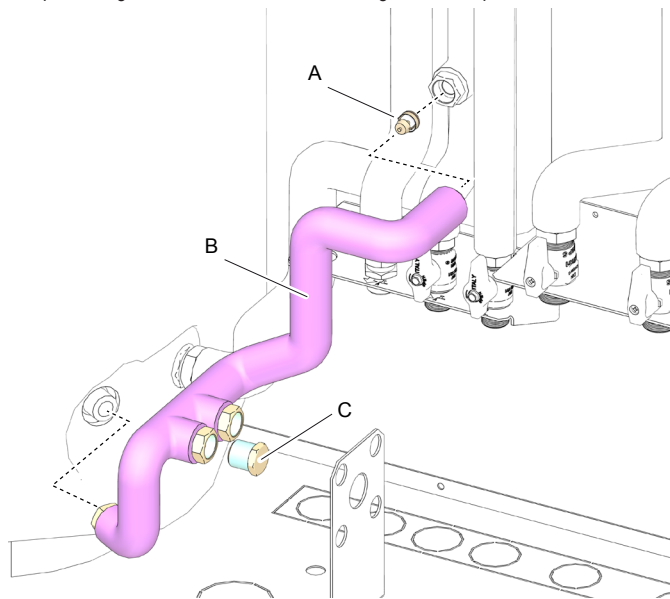
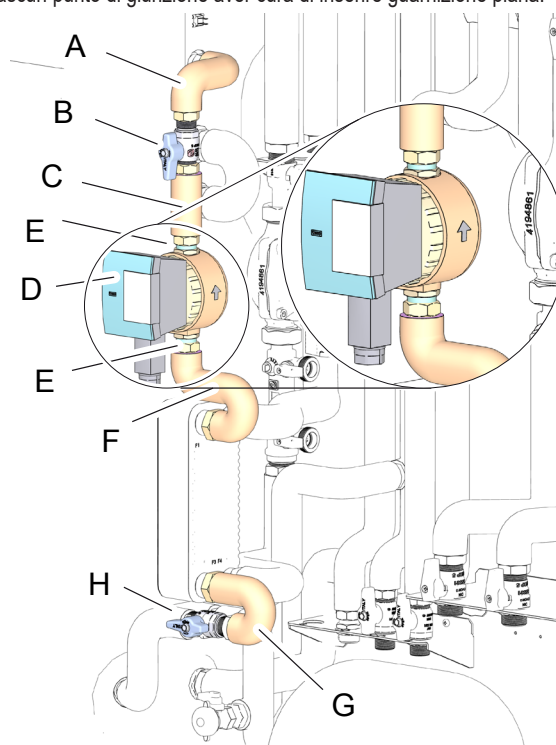

fig. 38 -
fig. 51 -
Montare la valvola di non ritorno (part. A "fig. 38 -"), montare tubazione 3841T910 (part. B "fig. 38 -") avendo cura di premontare il tappo (part. C "fig. 38 -"). Per ciascun punto di giunzione aver cura di inserire guarnizione piana.
- tubazione cod. 3841T260 (part. A "fig. 51 -")
- rubinetto intercettazione M/M (part. B "fig. 51 -")
- tubazione cod. 3841T270 (part. C "fig. 51 -")
- circolatore ACS STAR-Z NOVA (part. D "fig. 51 -"), avendo cura di montarlo con la freccia stampata sul corpo pompa rivolta in alto
- nippli di giunzione (part. E "fig. 51 -")
- tubazione cod. 3841T280 (part. F "fig. 51 -")
- tubazione cod. 3841T290 (part. G "fig. 51 -")
- rubinetto M/M (part. H "fig. 51 -") avendo cura di smontare il tappo premontato (vedi "fig. 38 -" a pagina 20).